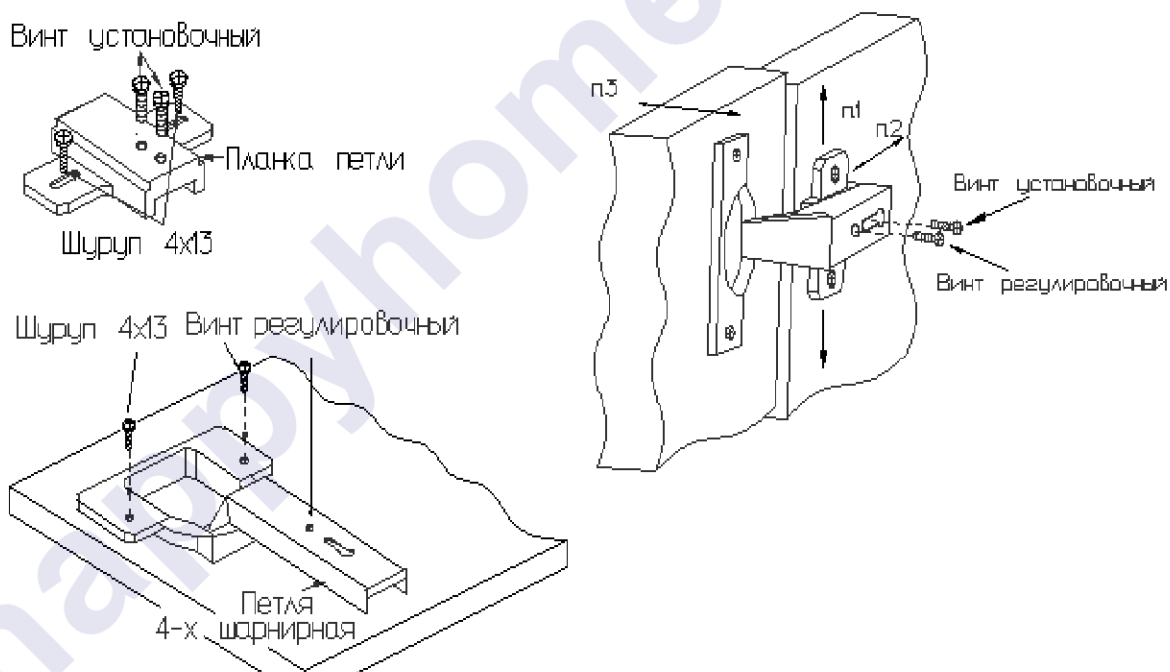

Рис. 6. Установка фасада.
1. После сборки изделия навесить фасад и произвести его регулировку (рис.6). Фасад можно навесить на правую или левую сторону шкафа.